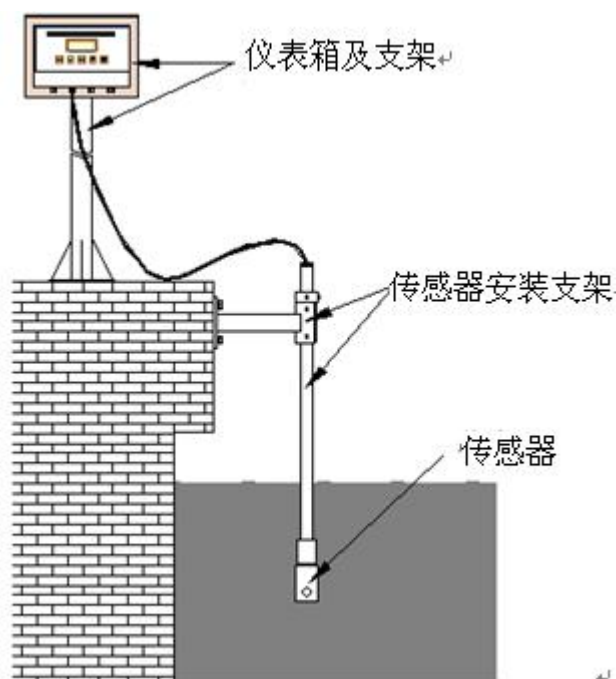

图 2-1 荧光法溶解氧仪安装图
1. 安装仪表箱和传感器的支架，如图 2-1；
浸没式安装方式是指把传感器通过安装支架浸入池中或罐中的安装方式。适合一般曝气池、沉淀池、浓缩池、回流渠、混合罐等场合，图 2-1 为浸没式安装。